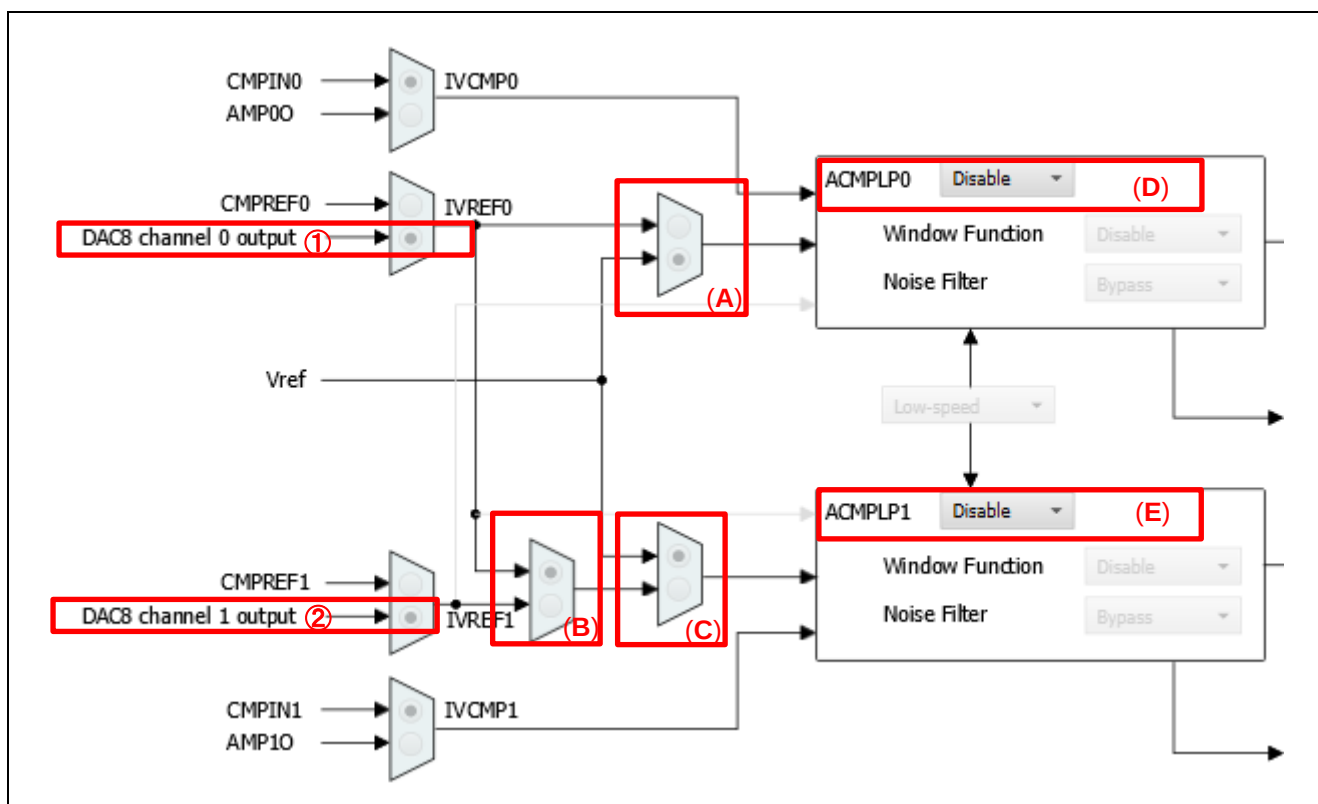

図 3-4 ACMLP の設定例
■ ACMLP の「DAC8 channel 0 output」を選択した場合(図 3-4 の①)
- 図 3-4 の(A)で Vref を選択した場合
- ACMLP0 を「Disable」に選択した場合(図 3-4 の(D))
- 図 3-4 の(B)で IVREF0 を選択、図 3-4 の(C)で Vref を選択、かつ ACMLP1 を「Enable」に選択した場合(図 3-4 の(E)を Enable に設定)
上記 ACMPLP0 の設定では図 3-4 の①の設定が無効となります。そのため、図 3-4 の①を「DAC8 channel 0 output」から「CMPREF0」に変更してください。
■ ACMPLP の「DAC8 channel 1 output」を選択した場合(図 3-4 の②)
- 図 3-4 の(B)で IVREF0 を選択した場合
- 図 3-4 の(C)で Vref を選択した場合
- ACMPLP1 を「Disable」に選択した場合(図 3-4 の(E))
上記 ACMPLP1 の設定では図 3-4 の②の設定が無効となります。そのため、図 3-4 の②を「DAC8 channel 1 output」から「CMPREF1」に変更してください。